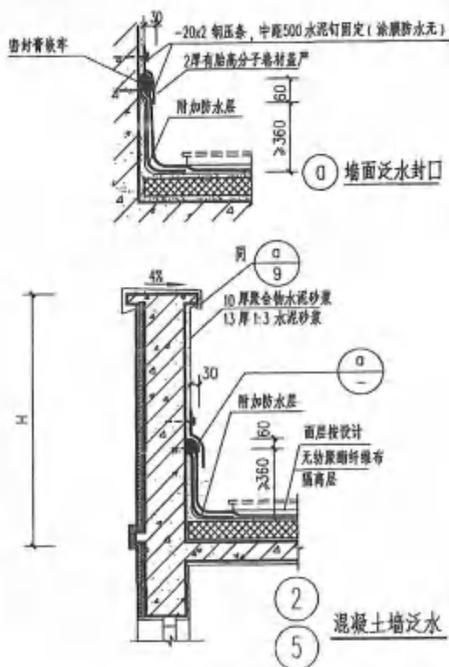

图 17-3 女儿墙凹槽做法
(1) 一般情况下，屋面防水上反为 200~300 mm，并设置防水压条，但有些图纸要求防水上反做到女儿墙顶（或女儿墙压顶下），并没有标注实际上反尺寸，而规范要求的最小上反高度是 250 mm，这就容易造成双方关于高度的争议。
(2) 有设计要求的女儿墙会设置女儿墙凹槽，在凹槽中压入钢压条，之后用填缝油膏密封，不同地区对于钢压条及填缝油膏是否单独计算存在很大争议。建议在编制清单时，将此项费用描述进去，让施工单位综合考虑报价，避免后期产生争议。面对类似问题，最好在施工过程中做好现场照片，有必要时进行现场见证。女儿墙凹槽做法如图 17-3 所示。